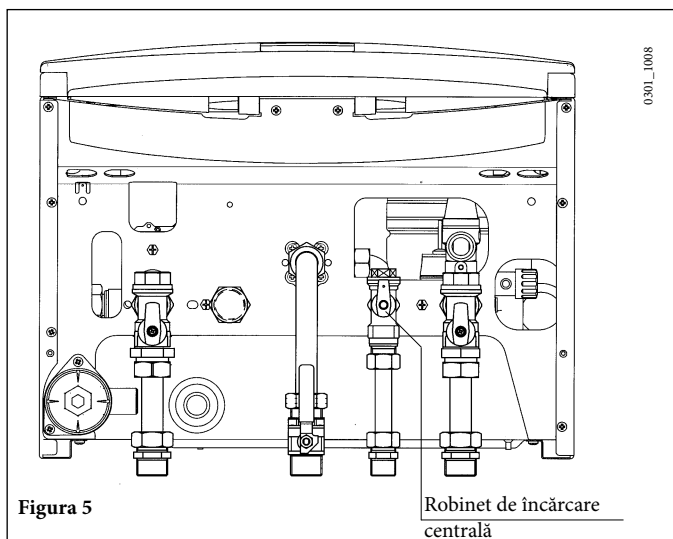

Figura 5
IMPORTANT: Verificați periodic ca presiunea, indicată pe manometru (11), atunci când instalația este rece, să fie de 1 - 1,5 bar. În caz de suprapresiune, deschideți robinetul de evacuare al centralei. În caz de presiune joasă, deschideți robinetul de încărcare al centralei (figura 5).